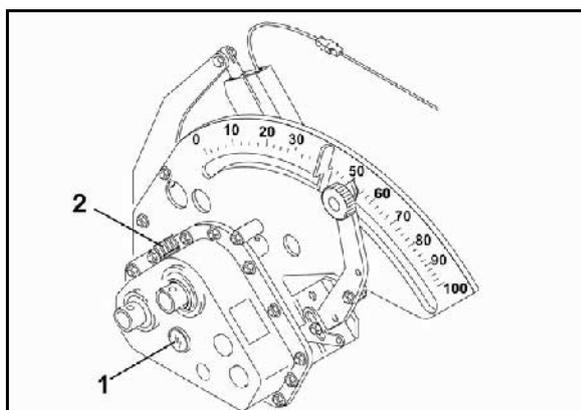

Fig. 42
2. O nível de óleo deverá ser visível no óculo de inspeção (Fig. 42/1).
6. Encher a engrenagem Vario com óleo da caixa de velocidades através do bocal de enchimento de óleo (Fig. 42/2), até ao óculo de inspeção (Fig. 42/1).
7. Após o enchimento, fechar o bocal de enchimento de óleo com a tampa (Fig. 42/2).